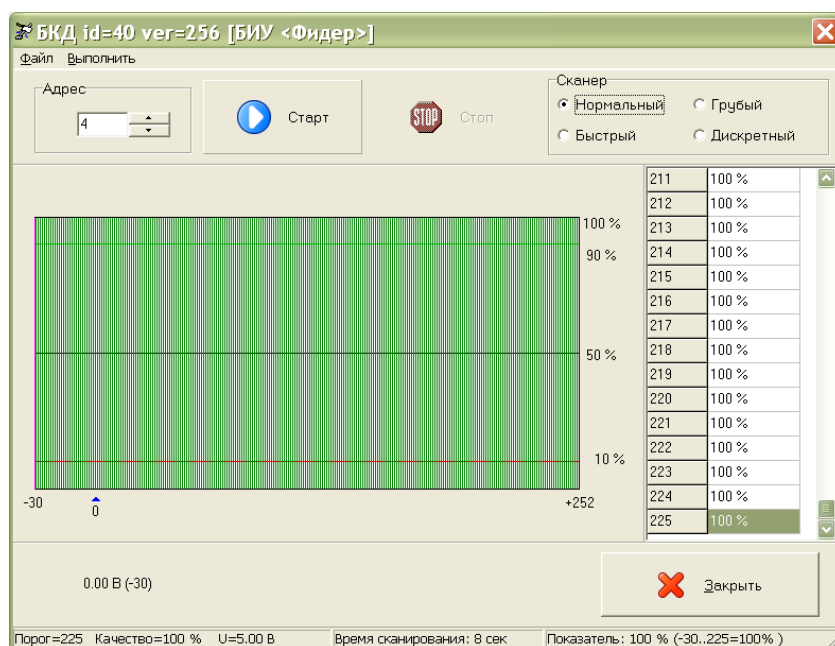

Рисунок 17 - Контроль качества связи
- 5) Проверить качество связи в СОС-95 между БКД-М и БИУ (рисунок 17): установить режим сканера «Нормальный» и нажать кнопку «Старт». Для исправного БИУ качество связи должно быть 100% на всем диапазоне порогов приема БКД-М.